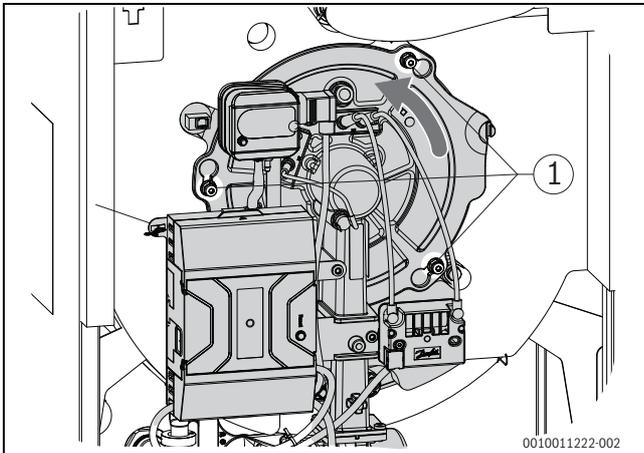

Fig. 23 Desserrer les écrous de fixation
- ▶ Dévisser les trois écrous de fixation (→Figure 23, [1]).